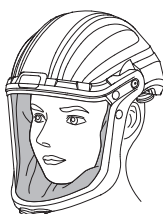

Abb.1b
Schritt 2: Setzen Sie den Gesichtsschutz auf und stellen Sie die Gesichtsabdichtung ein. Achten Sie darauf, dass die Gesichtsabdichtung vollständig um das Gesicht herum abschließt (siehe Abb. 1b).